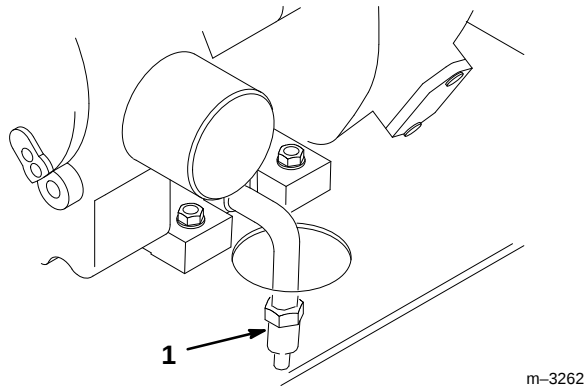

Abbildung 25
4. Eine Schale unter den Ölablaß stellen. Den Ölablaß öffnen, indem er um 1/8 Umdrehung im Gegenuhrzeigersinn gedreht und gleichzeitig herausgezogen wird (Abb. 25).